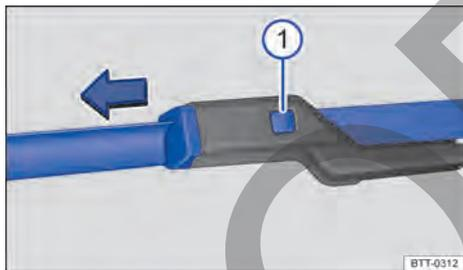

Fig. 141 En el parabrisas: cambiar las escobillas limpiaparabrisas.
- Mantenga presionada la tecla de desbloqueo → Fig. 141 ⓘ y retire al mismo tiempo la escobilla en el sentido de la flecha.